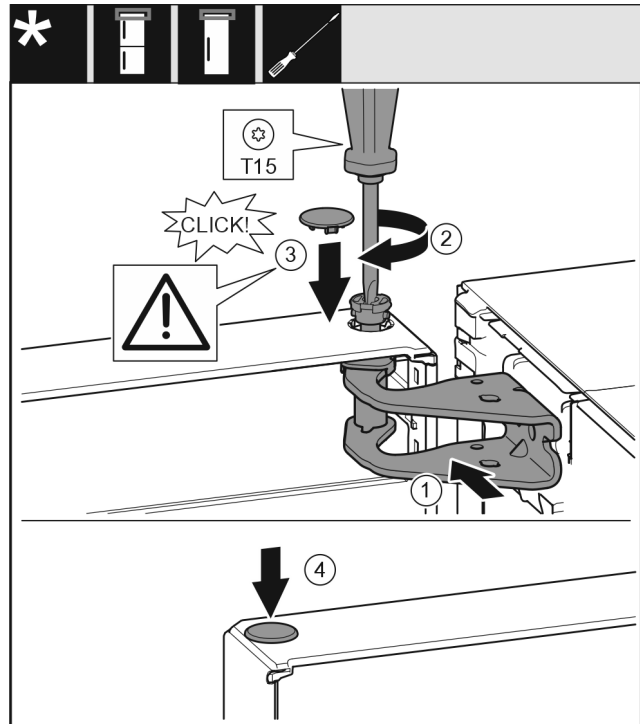

Fig. 21
- ▶ Выровняйте дверь сверху по отверстию в опорном кронштейне. Fig. 21 (1)
- ▶ Вставьте палец Fig. 21 (2) и затяните отверткой.
- ▶ Установите предохранительную крышку Fig. 21 (3) для защиты двери: вставьте предохранительную крышку и проверьте, прилегает ли она к двери. В ином случае вставьте палец полностью.
- ▶ Вставьте заглушку Fig. 21 (4).